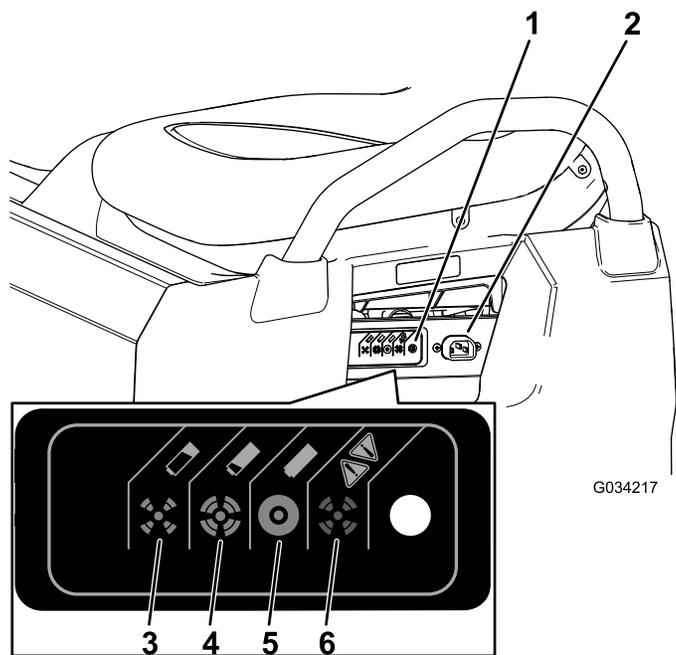

图 39
3. 将 16 号或更大直径、2.5m 或更短的充电器线连接到机器的充电插座 图 39。
请参阅下表和图 39 了解有关充电器状态指示灯不同颜色含义的信息。